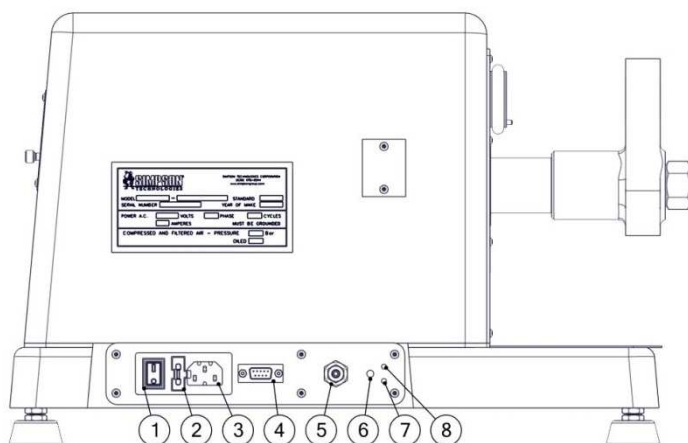

Figura 7.1: Vista posteriore
3. Mettere un recipiente vuoto della capacità di circa 200/300 ml sotto lo scarico dell'apparecchiatura per testare la resistenza delle terre da fonderia (Figura 7.1, particolare 6). Il recipiente raccoglierà l'olio usato espulso dall'apparecchiatura per testare la resistenza.
6. Durante questo ciclo l'apparecchiatura per testare la resistenza delle terre da fonderia farà fuoriuscire l'olio usato dall'apertura di scarico (Figura 7.1, particolare 6) facendolo cadere nel contenitore di raccolta. Ripetere il Passaggio 4 e lasciare che l'olio fuoriesca dall'apparecchiatura per testare la resistenza tra i vari cicli. Continuare a ripetere il Passaggio 4 fino a quando tutto l'olio usato sarà stato scaricato completamente dall'apparecchiatura per testare la resistenza.
7. Dopo aver scaricato l'olio, riportare l'apparecchiatura per testare la resistenza delle terre da fonderia nella sua normale posizione verticale. Inserire un tubicino nell'apertura dello scarico stappato (Figura 7.1, particolare 6).
1. Posizionare l'interruttore di linea su ON (Figura 7.1, particolare 1).